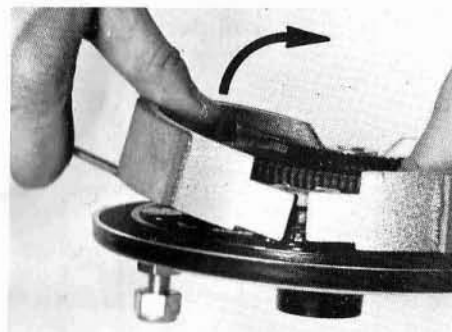

Fig. 38 - Smontaggio ceppi freno.
- Infilare un cacciavite o attrezzo simile sotto uno dei ceppi e fare leva come indicato in fig. 38 fino a che il ceppo non uscirà dalla sua sede.